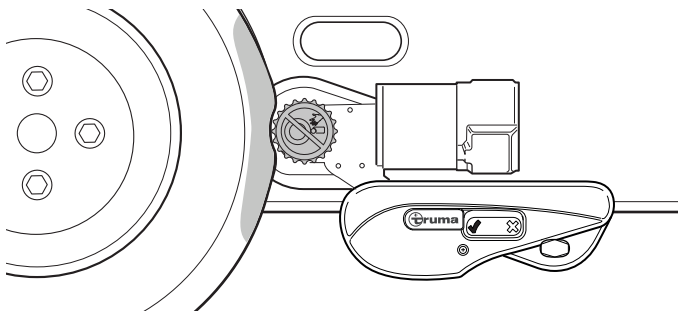

Abb. 16
- Die Antriebsrollen werden auf beiden Seiten ca. 20 mm in die Reifen gedrückt (Abb. 16).